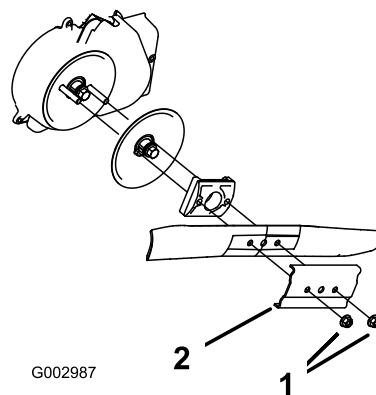

Bild 47
3. Entfernen Sie die beiden Messermuttern und die Verstärkung (Bild 47).
4. Nehmen Sie das Messer heraus (Bild 47).
5. Bauen Sie das neue Messer ein (Bild 47).